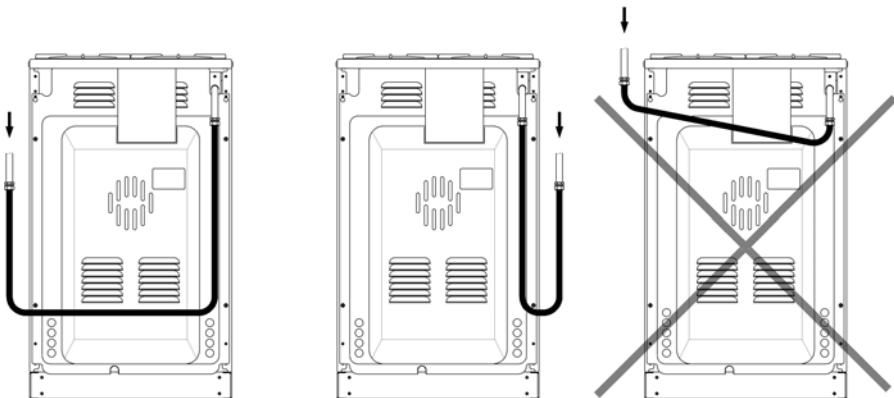

Рис. 2. Расположение гибкого шланга
- гибкий присоединительный шланг не должен проходить в зоне горячего воздуха дымохода и касаться задней стенки плиты (Рис. 2);
Внимание! После установки плиты на место обязательно проверьте положение гибкого шланга подвода газа и шнура питания (Рис. 2). Они не должны проходить над дымоходом и касаться задней стенки плиты. Во время работы духовки там возникает высокая температура, которая может их повредить.